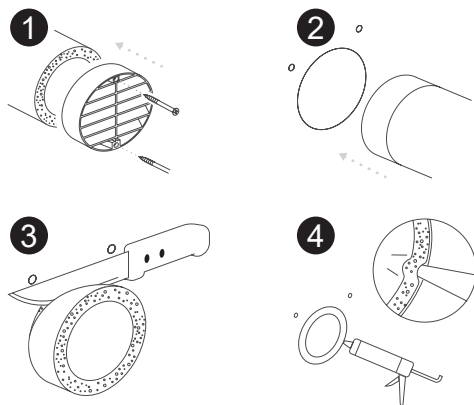

Рисунок 4.5 – Установка теплоизоляционной трубы с вентиляционной решеткой в канал
4.2.6. Закрепите на конце воздушного канала воздухозаборную решетку с внешним диаметром не более 130 мм при помощи строительного полимерного клея и монтажных принадлежностей, если они предусмотрены конструкцией решетки (рис. 4.5, поз. 1).
4.2.7. Вставьте трубу с решеткой в канал воздуховода аккуратными вращательными движениями (ламели решетки должны быть направлены вниз), не допуская повреждения геометрии трубы (рис. 4.5, поз. 2). При этом вентиляционная решетка должна оказаться в один уровень с внешней стороной стены дома.
4.2.9 Нанесите непрерывным контуром нейтральный силиконовый герметик или полимерный монтажный клей без запаха между утеплителем и поверхностью воздушного канала (рис. 4.5, поз. 4).